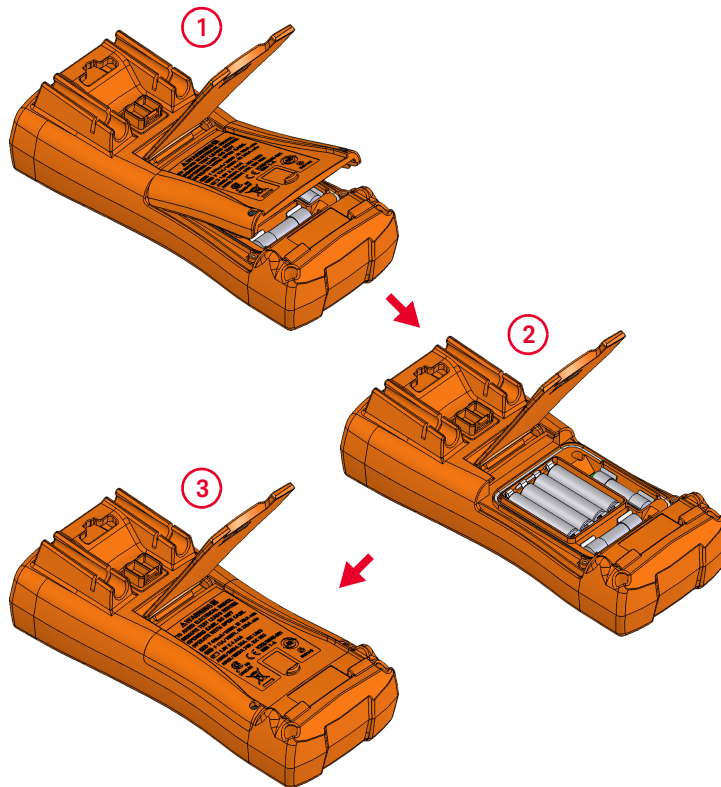

Figure 1-1 Installation des piles
- 1 Ouvrez le compartiment des piles.** Soulevez le socle inclinable et desserrez les vis à l'aide d'un tournevis cruciforme approprié, puis retirez le capot, comme indiqué à la Figure 1-1.